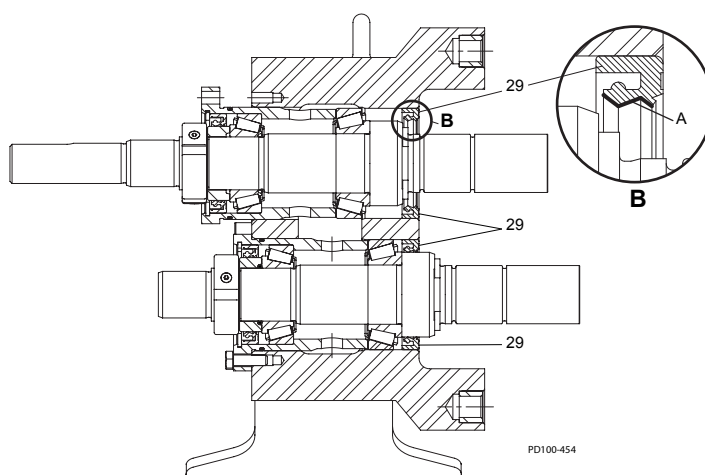
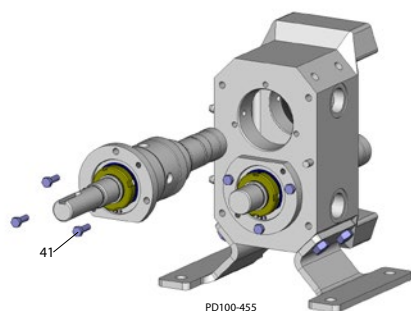

Рисунок 48 - Нанесите подшипниковую смазку
Рисунок 49 - Закрепите винтами с головкой
1. Смотрите Рисунок 48. Применяйте подшипниковую смазку к внутреннему диаметру (позиция А) уплотнений переднего края (позиция 29).
- Установите валы в сборе в картер редуктора и закрепите их винтами с головкой (Рисунок 49, пункт 41). Нанесите тонкий слой подшипниковой смазки к отверстиям и наружным кольцам подшипника для облегчения установки. Следите за тем, чтобы не повредить уплотнения кромок (Рисунок 48, пункт 29) во время сборки.